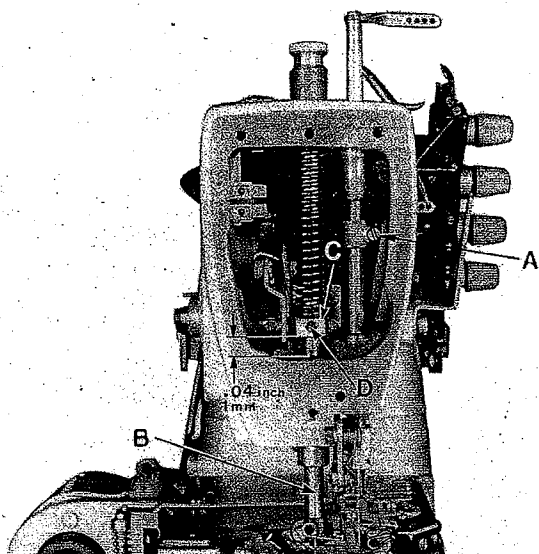
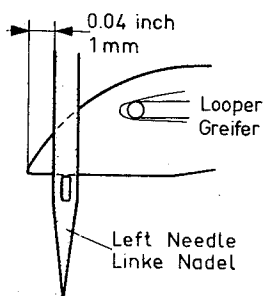

Fig. 11
Fig. 13
2. Loosen screw (A, Fig. 11) and turn needle bar until the needles center the needle holes of throat plate.
3. Retighten screw (A, Fig. 11).
The height of needle bar is correct when the looper point at its travel from right to left is 1 mm = .040 inch left of the left needle (Fig. 13) and the top of the needle eye is even with the underside of the looper. Loosen screw (A, Fig. 11) for this adjustment and move needle bar up or down as required. Retighten screw (A).
2. Lösen Sie die Schraube (A, Fig. 11) und drehen Sie die Nadelstange so, daß die Nadeln mittig in die Stichlöcher einstecken.
3. Ziehen Sie die Schraube (A, Fig. 11) wieder an.
Die Nadelstangenhöhe ist richtig eingestellt, wenn die Greiferspitze bei ihrem Weg von rechts nach links 1 mm links der linken Nadel steht (Fig. 13) und Oberkante Nadelöhr und Unterseite Greifer in gleicher Höhe stehen. Lösen Sie für diese Einstellung die Schraube (A, Fig. 11) und schieben Sie die Nadelstange nach Bedarf nach oben oder unten. Ziehen Sie die Schraube (A) wieder an.